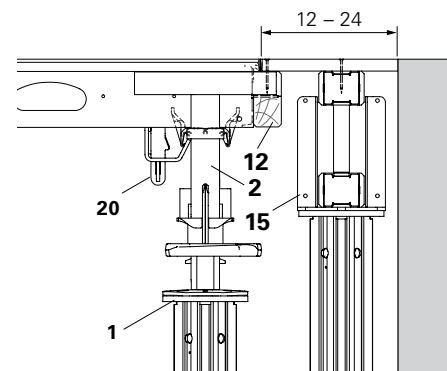

Fig. A5.38
1. Colocar o painel (3) sobre a viga principal SLT (2) e fixar com clip de painel (20).
2. Aparafusar a compensação em madeira SPH (12) ou madeira no painel.
3. Posicionar um prumo adicional com cabeçal (15) e viga de cofragem.
4. Instalar o forro (16) e fixar com pregos. (Fig. A5.38)